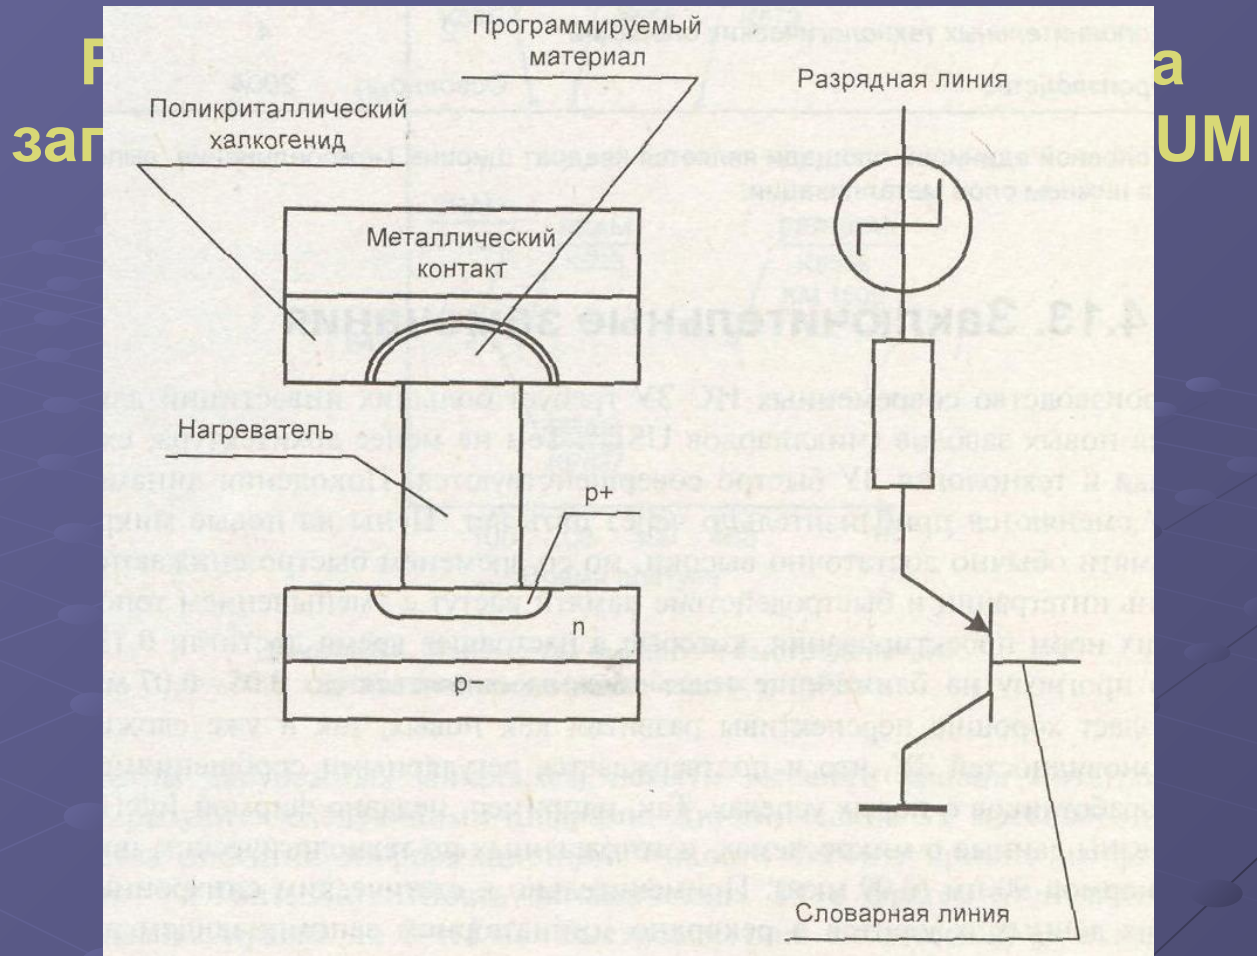

Рисунок 16.5 Конструкция и схема запоминающего элемента памяти OUM
- В конструкции запоминающего элемента (**Рисунок 16.5**) небольшой объем халкогенида играет роль резистора с программируемым сопротивлением при динамическом диапазоне между значениями низкого и высокого сопротивлений около 100.